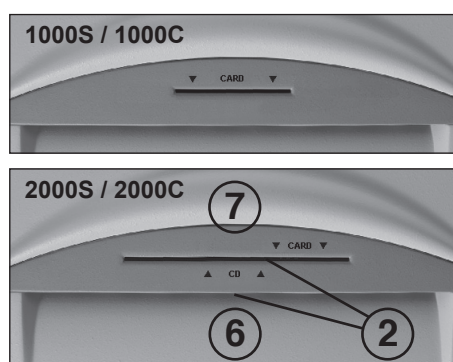

fig. 2
(marcha hacia delante) (fig. 2)
- Introducir el papel al mecanismo de corte por la boca de alimentación de papel (6) (fig. 2).
- Los soportes de datos (CD, DVD o tarjeta de crédito) se tienen que pasar uno por uno al mecanismo de corte por la boca de alimentación de CD/DVD (CARD) (7) (fig. 2) de disposición separada.